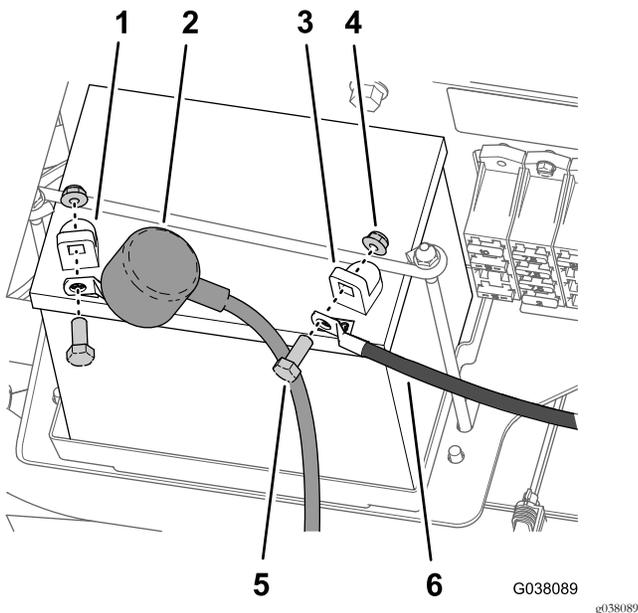

Bild 4
6. Klemmen Sie das (Schwarz, Erde) Minuskabel vom Batteriepol ab (Bild 4).
7. Schieben Sie die Isolierungsabdeckung zurück und klemmen Sie das Pluskabel (Rot) vom Batteriepol ab (Bild 4).